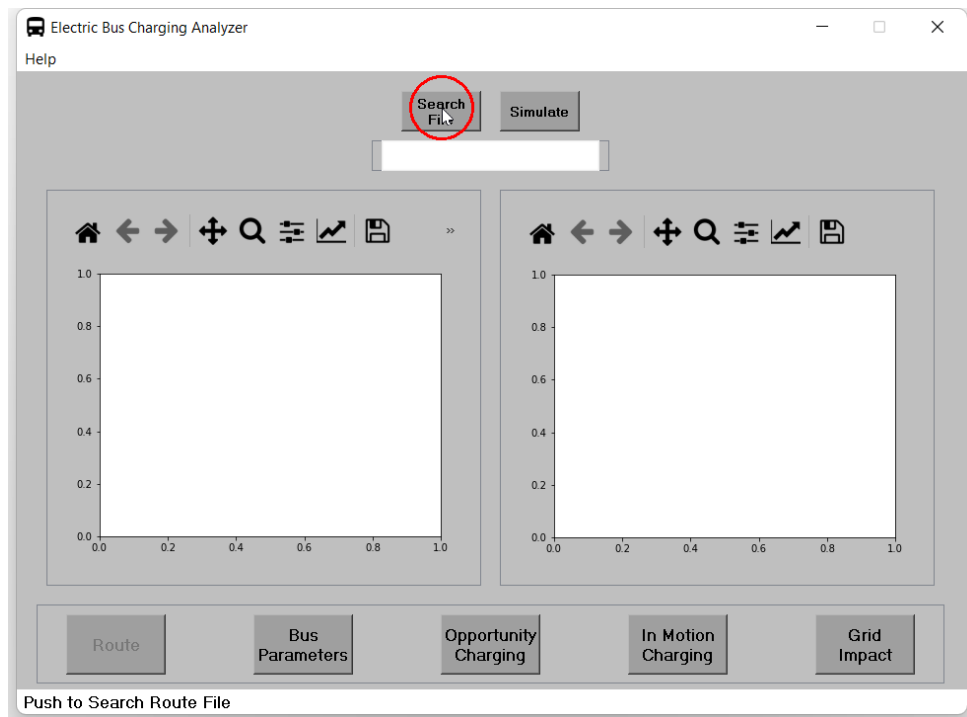

Figura 13: Búsqueda de archivo.
1. Primero, se debe presionar el botón **Search File** para buscar el archivo **.feather** o **.csv** como se muestra en la figura 13.